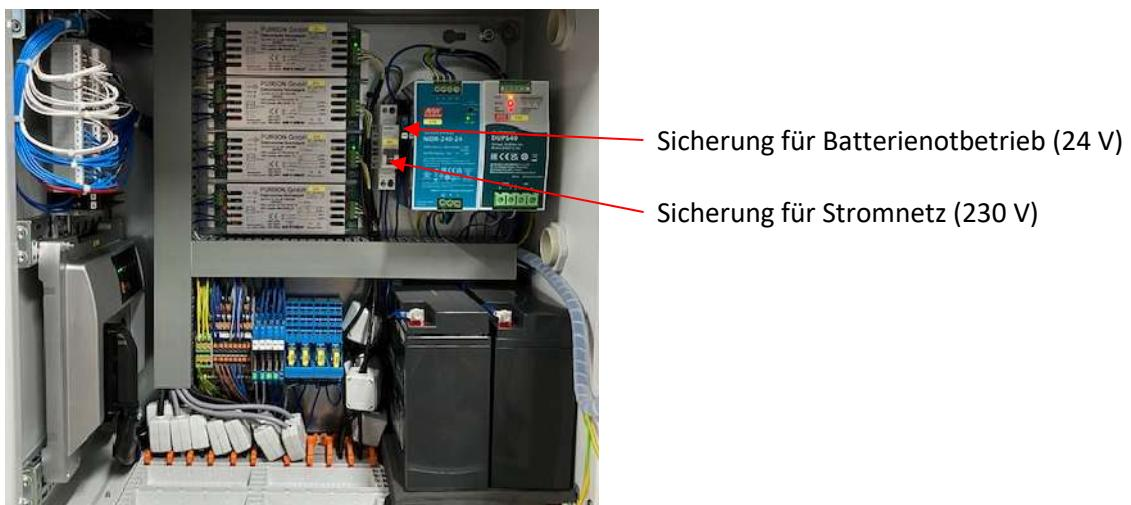

Abbildung 20: Schaltschrank (innen) der Schutzatmosphären-Trennstation
3. Sicherung der Stromversorgung im Schaltschrank der Trennstation deaktivieren (siehe Abbildung 20).
4. Sicherung der Notstromversorgung der Trennstation deaktivieren (siehe Abbildung 20).
5. Absperrarmatur für das **Löschwassersystem (19)** schließen.
6. Schließen der **KFR-Ventile (2)** an beiden Behältern.
9. Entwässerungshahn an **Löschwasserleitung (20)** öffnen und Wasser mit Schlauch in das Schmutzwassernetz oder geeigneten Behälter ablassen (es treten ca. 100 l aus).
10. Bei längerfristiger Außerbetriebnahme ist das **Löschwassersystem (C)** zur Trennstation zu demontieren.
6. Öffnen der Entlüftungsschraube am **KFR-Ventil (2)** und die Trinkwasserzuleitung entleeren.
7. Ventileinsätze der beiden **KFR-Ventile (2)** nacheinander reinigen, inspizieren und bei Bedarf austauschen.
9. Ventileinsätze der beiden **KFR-Ventile (2)** wieder montieren und vollständig öffnen.
5. Revisionsöffnung (13) mit Hakenschlüssel öffnen um Tauchrohrsystems durch die Öffnung zu reinigen.
8. Edelstahlgewinde und Gleitfläche des Kegelsitzes sowie Dichtung der Revisionsöffnung (13) mit Armaturenfett schmieren und wieder fest verschließen.